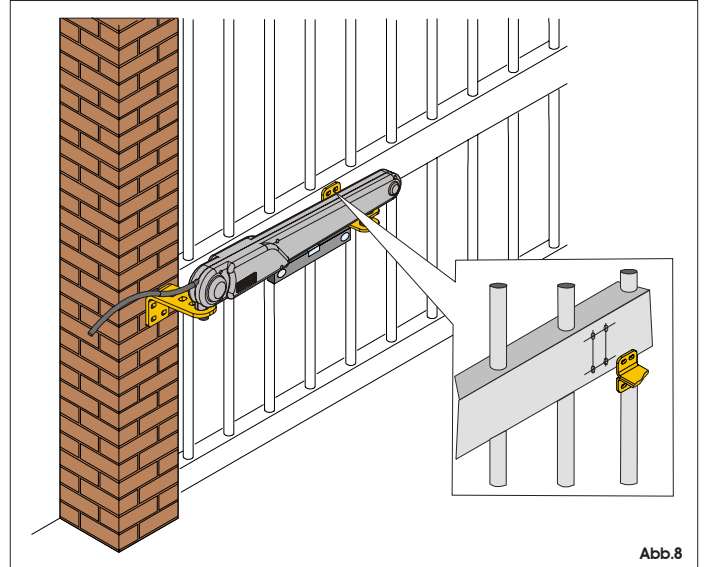

Abb.8
- Die Befestigung am Flügel anlegen und die Befestigungsstellen anzeichnen. Die perfekte horizontale Ausrichtung des Antriebs und der Befestigung prüfen (Abb. 8)